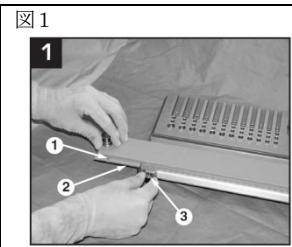

図1
- ・内蔵のクイックコネクターを使いコアリングリーマーコネクター（CR890100000）を取り付ける（図1参照）。
2. スクラッピングボードをグラフトテーブルの指定のトラックに挿入する。ロッキングピンをスクラップ・ボードの一端にある切抜スロットに入れ、スクラッピングボードが使用中に固定されるようにする（図1参照）。